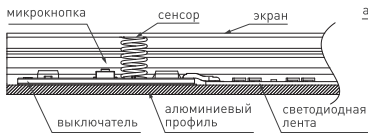

Рисунок 2. Выключатель, установленный в профиль.
- 3.3. Установите выключатель в профиль, приклеив его на двусторонний скотч таким образом, чтобы надетый на профиль экран поджимал сенсор (пружину) выключателя. Если сенсор не прижимается ко внутренней части экрана — используйте прокладку необходимой высоты (см. Рис. 2). При этом расстояние от платы выключателя до нижней части экрана должно быть в пределах от 5 до 10 мм и толщина экрана (рассеивателя) не должна превышать 3 мм.